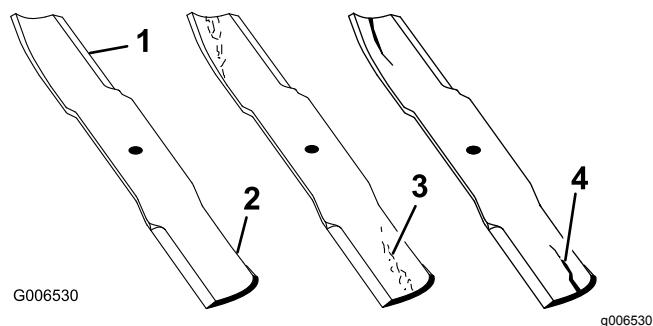

Figura 100
1. Ispécione as extremidades de corte (Figura 100).
4. Se verificar quaisquer fissuras, desgaste, ou a formação de ranhuras nesta área instale imediatamente uma lâmina nova (Figura 100).